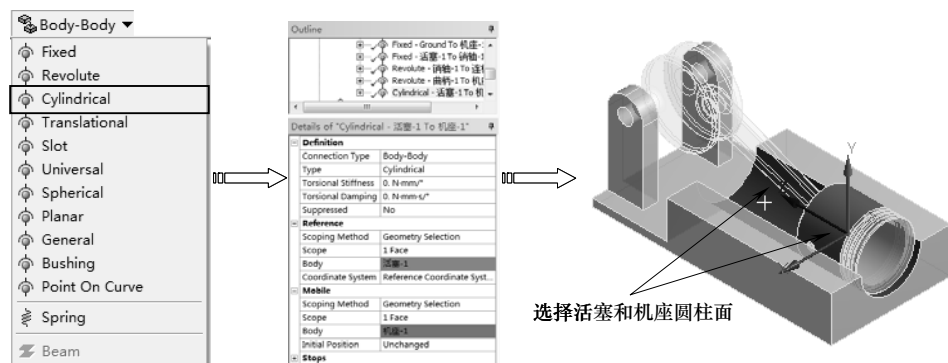

图 10-48 创建柱面运动副
7) 单击【Connections】工具栏上的【Body-Body】|【Cylindrical】命令，分析树中增加【Cylindrical-No Selection To No Selection】节点。分别选择如图 10-48 所示的表面，单击详细设置窗口中的【Reference】和【Mobile】列表中【Body】下的【Apply】按钮完成，如图 10-48 所示。